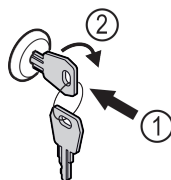

Fig. 181
- Insérer la clé. Fig. 181 (1)
- Tourner la clé à 90° dans le sens horaire. Fig. 181 (2)